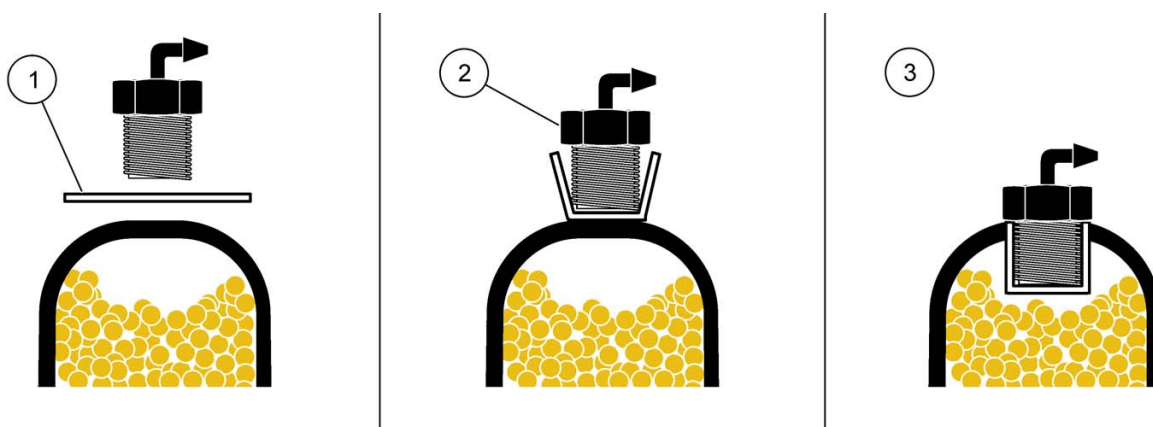

Figura 19 Sustitución del filtro hidrofóbico
4. Coloque un filtro nuevo sobre el orificio. Asegúrese de que el lado suave del filtro esté orientado hacia el interior del contenedor (Figura 19).